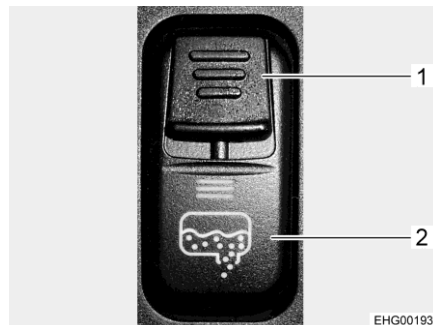

Fig. 194 Interruptor basculante (descarga de aguas residuales)
- Empujar el interruptor deslizando de seguridad (Fig. 194,1) en el interruptor basculante hacia abajo y, al mismo tiempo, pulsar la parte inferior del interruptor basculante (Fig. 194,2). De este modo, se abrirá la válvula de aguas residuales y se vaciará el depósito de aguas residuales. El LED estará encendido mientras que esté abierto el grifo para la eliminación de aguas residuales.